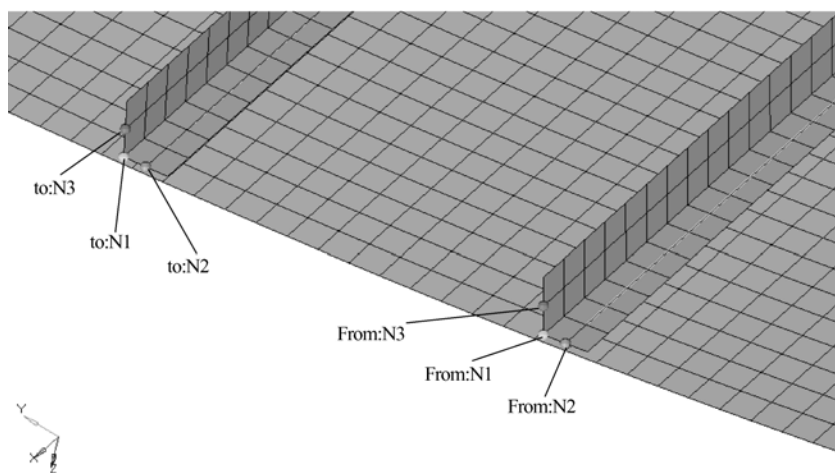

图 7-107 复制单元
(4) 网格划分后, 进入 **tool > position** 面板, 将创建的 1D 单元复制并移动到新的位置, 如图 7-106 和图 7-107 所示。
单击 **elems**, 选择方式选择 **by collectors**, 并选择 **stringer_skin_point**, 再次单击 **elems**, 选择 **duplicate**, 复制单元到 **current component**, **from** 节点与 **to** 节点选择如图 7-107 所示。